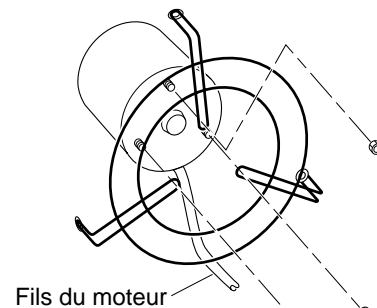

Figure 9 - Dépose ou pose de la grille de ventilateur sur le moteur
5. À l'aide d'une clé à douille, retirer les trois écrous qui fixent la grille du ventilateur sur le moteur. Retirer du moteur la grille du ventilateur (voir la figure 9).
7. Fixer la grille du ventilateur sur le nouveau moteur à l'aide des trois écrous. En procédant à cette opération, il faut positionner le cordon d'alimentation comme il est indiqué sur la figure 9. Serrer fermement les écrous.